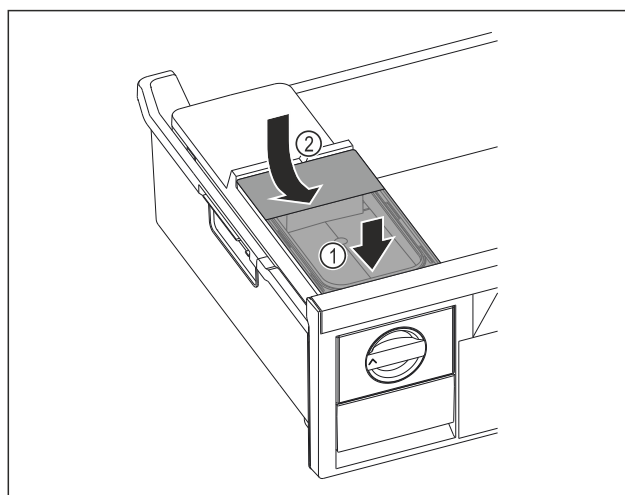

Fig. 99
- Watertank aan de voorkant plaatsen. Fig. 99 (1)
- Watertank aan de achterkant laten zakken. Fig. 99 (2)